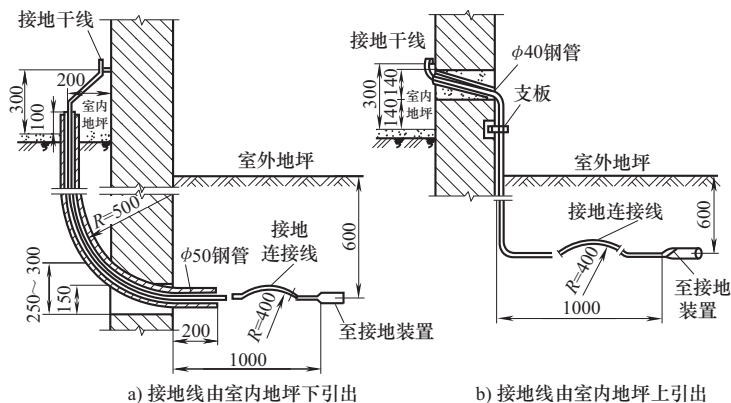

图 11-16 接地线由建筑物内引出安装
- (1) 安装位置应便于检修，并且不妨碍电气设备的拆卸与检修。
- (2) 接地干线应水平或垂直敷设，在直线段不应有弯曲现象。
- (3) 接地干线与建筑物或墙壁间应有 15~20mm 间隙。
- (4) 接地线支持卡子之间的距离，在水平部分为 1~1.5m，在垂直部分为 1.5~2m，在转角部分为 0.3~0.5m。
(5) 在接地干线上应按设计图样做好接线端子，以便连接接地支线。
(6) 接地线由建筑物内引出时，可由室内地坪下引出，也可由室内地坪上引出，其做法如图 11-16 所示。